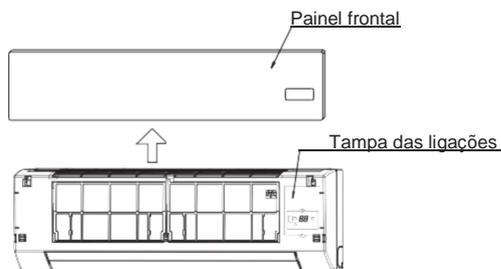

Fig. 7-1
- 1 Remova o painel frontal, depois retire a tampa de ligação (Ver Fig.7-1).